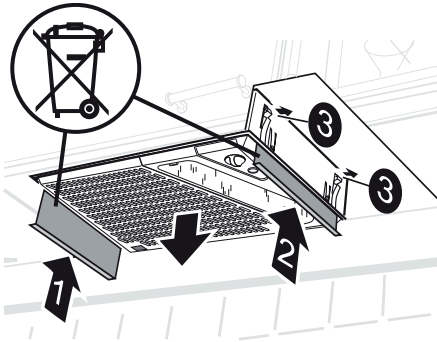

Fig.5
Tryck upp demonteringsplåtarna (1 och 2) mellan spiskåpan och inbyggingsramen, så att fjädrarna (3) frigörs. Dra ner spiskåpan från inbyggingsramen, Fig.5.